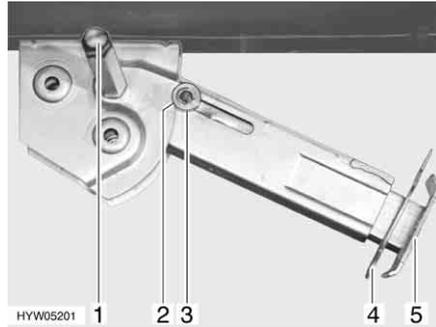

Fig. 35 Apoio de elevação
- Encaixe a chave de caixa na peça sextavada (Fig. 35,1) e gire, até o apoio de elevação ficar verticalmente voltado para baixo.
- Retire o contrapino (Fig. 35,4) da peça de prolongamento do pé de apoio (Fig. 35,5).
- Encaixe a chave de caixa na peça sextavada (Fig. 35,1) e gire, até o apoio de elevação deixar de estar apoiado no chão.
- Empurre completamente para dentro a peça de prolongamento do pé de apoio (Fig. 35,5) e encaixe o contrapino (Fig. 35,4) no orifício previsto para ele na peça de prolongamento do pé de apoio.
- Com uma chave de caixa, gire a peça sextavada (Fig. 35,1), até o apoio de elevação ter sido completamente deslocado para cima e a anilha de guia (Fig. 35,3) tenha entrado completamente no entalhe (Fig. 35,2).